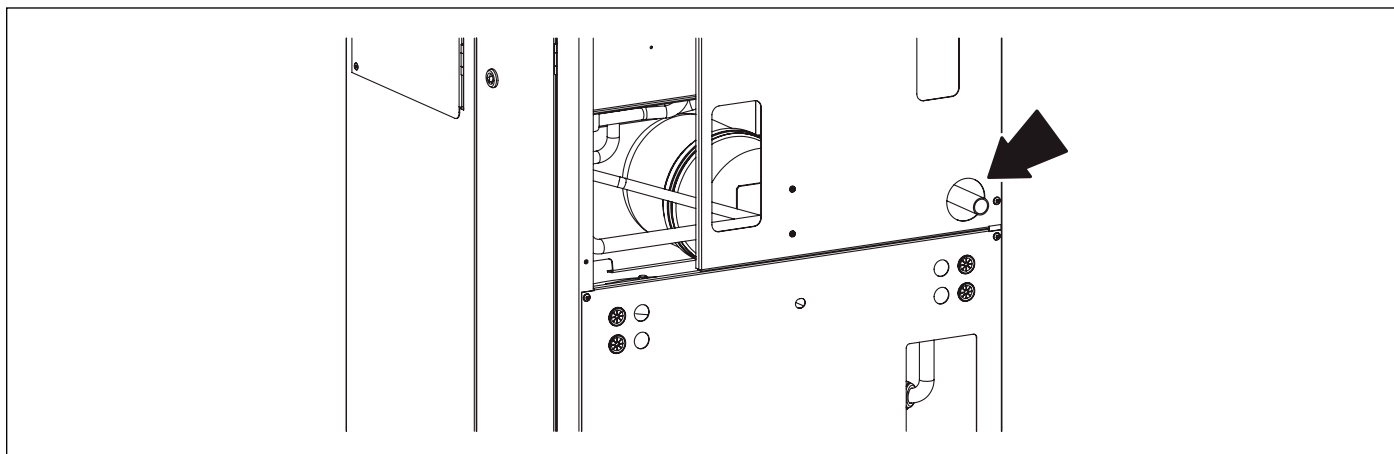

Fig. 23 Scarico condensa
E' **OBBLIGATORIO**, per collegare l'attacco gas della caldaia alla tubazione di alimentazione, interporre una guarnizione (A) a battuta di misure e materiali adeguati (vedi Fig. 23 Scarico condensa).